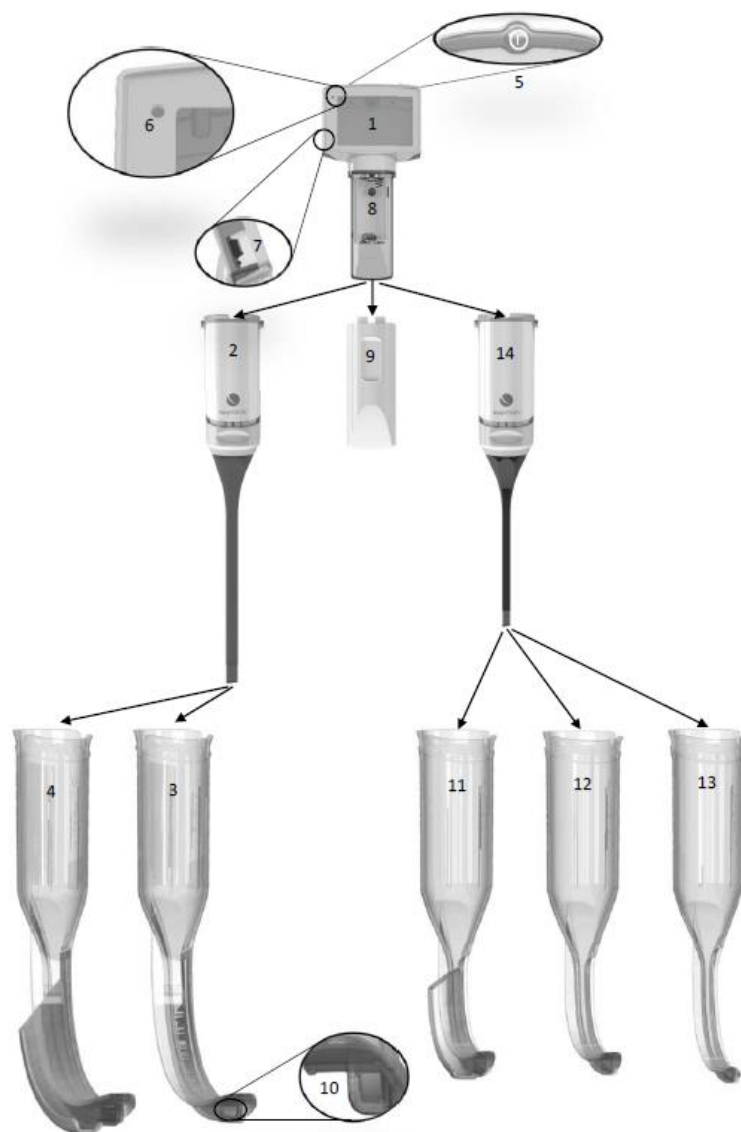

Fig. 1
1. Un écran réutilisable (Fig. 1 #1)
2. Un adaptateur vidéo réutilisable (Fig. 1 #2 et 14)
3. Un choix de lames jetables, avec ou sans rail de guidage de la sonde endotrachéale (Fig. 1 #3, 4, 11, 12 et 13)
Écran réutilisable (Fig. 1 #1)
Le composant réutilisable principal du laryngoscope vidéo King Vision aBlade est un écran portable de haute qualité et durable qui fonctionne sur batterie avec un écran TFT LCD (affichage à cristaux liquides avec transistor à couche mince). Il incorpore une technologie permettant de recevoir les images depuis l'embout distal de la lame jetable et affiche l'image sur l'écran couleur et anti-reflet intégré. L'écran réutilisable dispose d'un interrupteur marche/arrêt (on/off) (Fig. 1 #5), d'un témoin de piles (Fig. 1 #6) et d'un port de sortie vidéo (Fig. 1 #7). Il comprend un système avancé de gestion de l'alimentation des piles ainsi qu'un contrôle automatique du gain et de l'exposition. L'alimentation est fournie par trois piles AAA, situées dans le compartiment (Fig. 1 #8).
Adaptateur vidéo réutilisable (Fig. 1 #2 et 14)
② Lames aBlade à usage unique (Fig. 1, #3, 4, 11, 12, 13)
Lame avec rail de chargement King Vision aBlade (Fig. 1, #4 et 11)	Lame standard King Vision aBlade (Fig. 1, #3, 12 et 13)
Les deux versions de lames glissent sur l'adaptateur vidéo et se connectent à l'écran réutilisable, complétant ainsi le laryngoscope vidéo King Vision aBlade. La fenêtre distale de la lame dispose d'un revêtement anti-buée afin d'empêcher que la condensation ne détériore la qualité de l'image (Fig. 1 #10).
- Accédez au compartiment de piles King Vision (Fig. 1 #8) en retirant l'adaptateur (Fig. 1 #2, 14) / le couvercle du logement (Fig 1 #9).
- Appuyez sur le bouton ALIMENTATION  (Fig. 1, #5) au dos de l'écran King Vision.
- L'écran doit être mis en marche (ON) immédiatement. Remarque : Aucune image ne sera affichée à l'écran sans adaptateur vidéo fixé.
- Le voyant LED vert de contrôle des piles (Fig. 1 #6) indique que l'écran est prêt à être utilisé.
- **Mise en marche et vérification de la fonction d'imagerie.** Adaptateur vidéo verrouillé sur l'écran, appuyez sur le bouton ALIMENTATION  (POWER) (Fig. 1, #5) au dos du King Vision et vérifiez que l'écran montre bien la vidéo. Si l'écran reste vide, remplacez les piles. Si l'écran s'allume mais ne montre aucune vidéo, mettez-le sur arrêt (off) et vérifiez que l'adaptateur vidéo est correctement connecté avant de l'allumer à nouveau. Si la vidéo n'est toujours pas visible, remplacez l'adaptateur vidéo ou l'écran.
IMPORTANT : Si le voyant LED de contrôle des piles (Fig. 1 #6) dans le coin supérieur gauche du King Vision clignote en rouge, la durée de vie restante des piles est limitée et celle-ci doivent être remplacées aussi vite que possible.